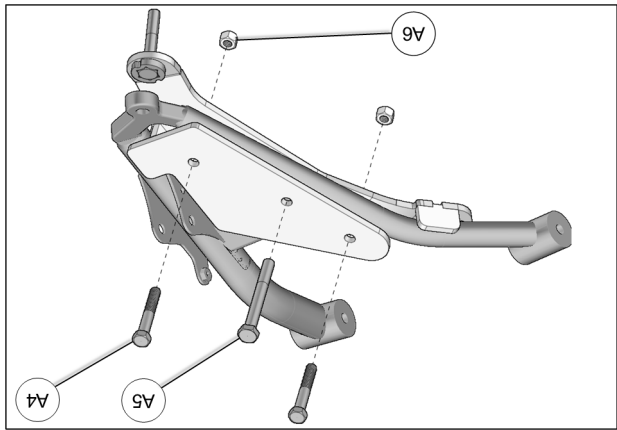

Fig. 18
6. Insérer les boulons M10x60mm (A4) et le boulon M10x90mm (A5) par le dessus de l'ancrage. Assembler les deux parties avec les écrous (A6) fournis. Serrer l'assemblage à un couple de 50 N•m [37 lb•pi]. Voir la Fig. 18